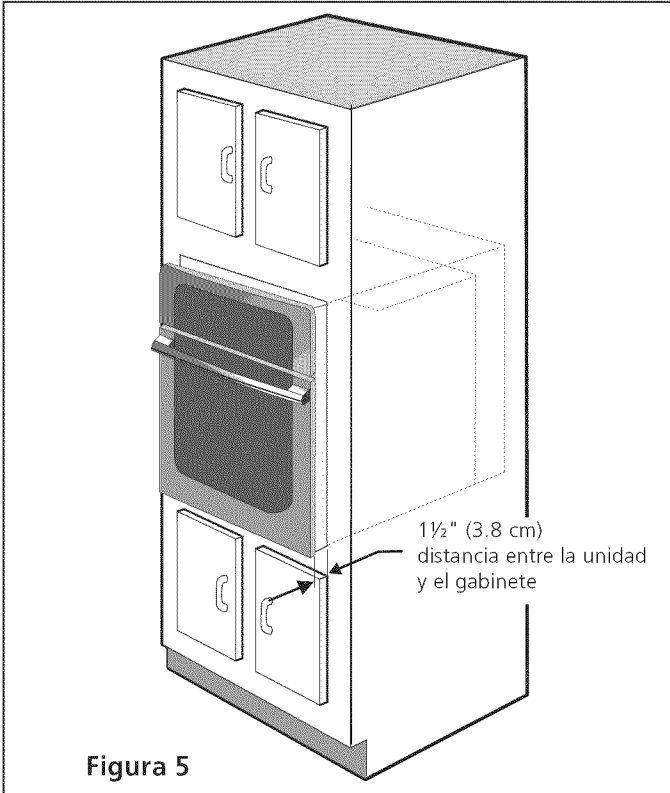

Figura 5
- 3 Insertar el horno en la abertura del gabinete. Deslizar el horno hacia dentro dejando 1½" (3,8 cm) de espacio libre entre el horno y la parte delantera del gabinete (ver la Figura 5).